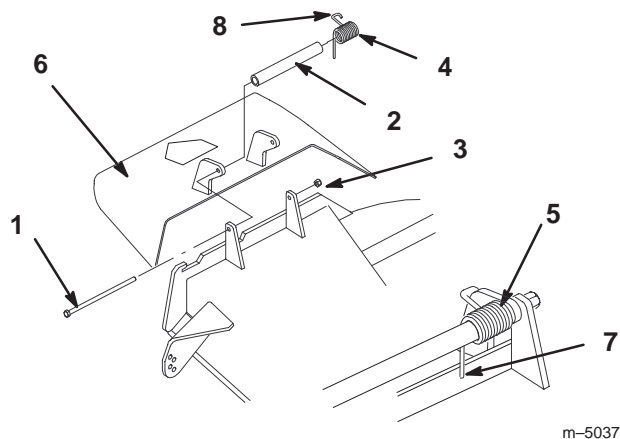

Figure 65
1. Retirez le contre-écrou, le boulon, le ressort et l'entretoise qui fixent le déflecteur aux supports de pivot (Fig. 65). Enlevez le déflecteur s'il est endommagé ou usé.
**Remarque :** Prenez soin de placer l'extrémité droite du ressort derrière le bord du plateau avant de mettre le boulon en place, comme indiqué à la Figure 65.
3. Remettez le boulon et l'écrou. Accrochez l'extrémité crochue du ressort au déflecteur d'herbe (Fig. 65).